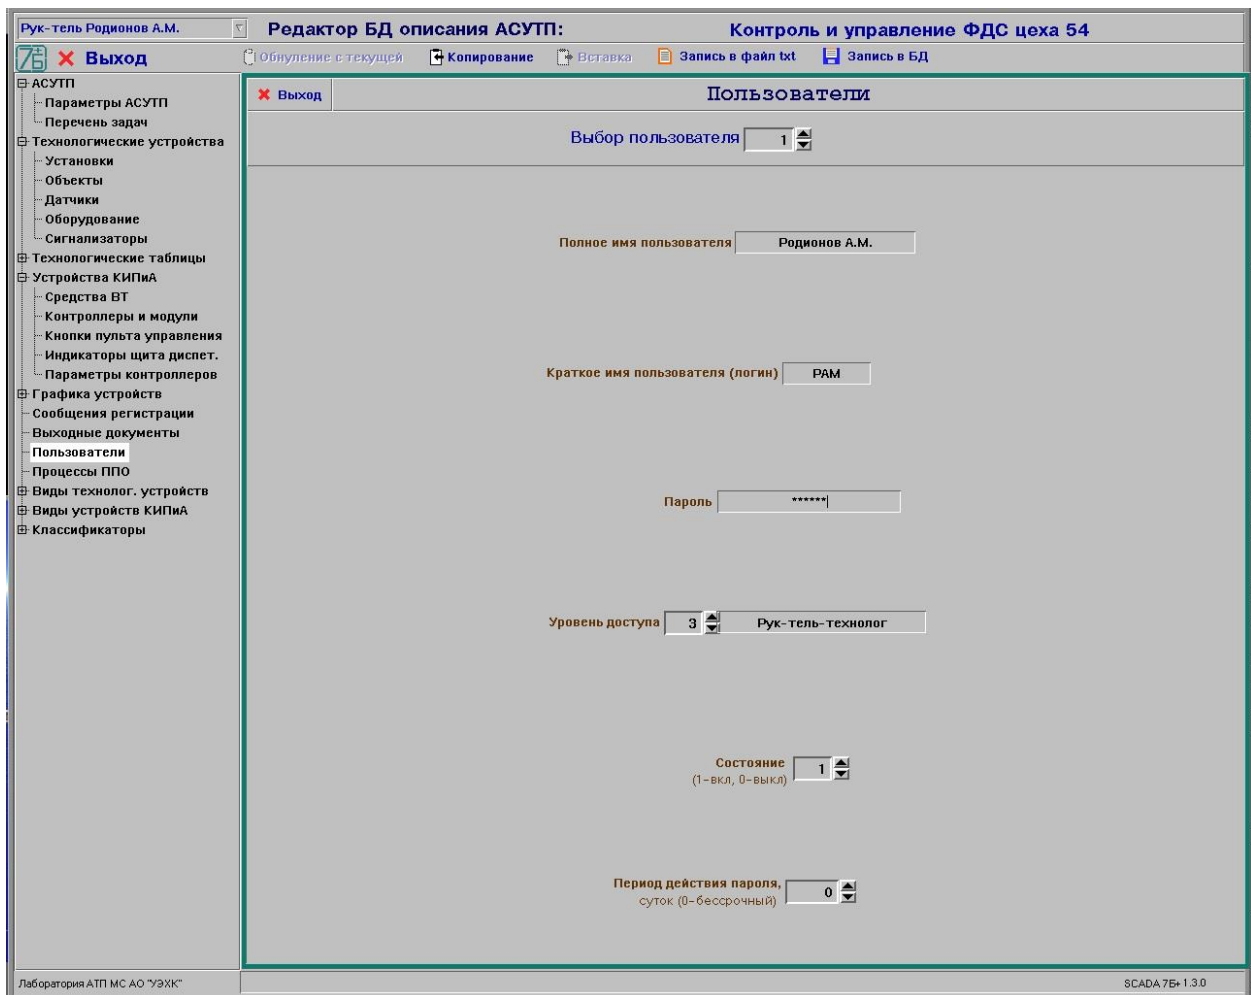

Рисунок 12 - Окно редактирования описания пользователей
8.10.1 После выбора в иерархическом списке темы «Пользователи» на экране будет отображено окно редактирования описания пользователей, имеющих право работать с АСУТП (см. рис. 12).